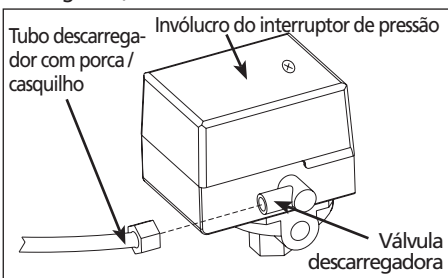

Figura 2
4. Remova o tubo descarregador da válvula descarregadora do lado do interruptor através do desrosqueamento da porca e da retirada do tubo para fora (Veja a Figura 2).